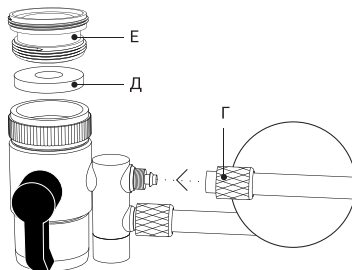

рис. 2
1. Открутите гайку (Г) на диверторе, проденьте одну пластиковую трубку через гайку, конец трубки наденьте на штуцер до упора и плотно закрутите гайку (рис. 2).
4. Установите на освободившееся посадочное место в изливе двойной дивертор из комплекта подключения и плотно закрутите по резьбе. Для герметичности соединения используйте штатное уплотнительное кольцо (Д), поставляемое в комплекте. Используйте переходник (Е) для подключения дивертора, если отличается размер резьбы, диаметр и/или способ подключения (внешняя-внутренняя резьба) (рис. 2).